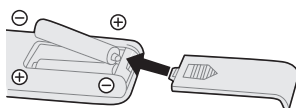

Рис.1
- Вставьте батарейки и убедитесь, что они расположены так, как показано на Рис.1.